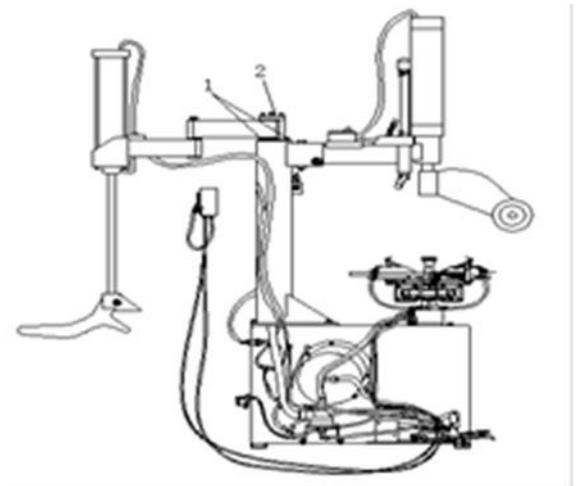

Abbildung 16
Schrauben (Abb. 16)
- 3) Montieren Sie den Hilfsarm 0098-1# mit dem Stift auf seiner Halterung, wie in Abb. 16 dargestellt. Montieren Sie 0098-2# Hilfsarme mit Stift auf der rechten Seite der Schwinge.
- 4) Schließen Sie den Luftschlauch mit 6mm Durchmesser an die entsprechende L-Verschraubung auf der Rückseite des Gehäuses an. (Abb. 16)
(A-D dargestellt als Abb. 16)